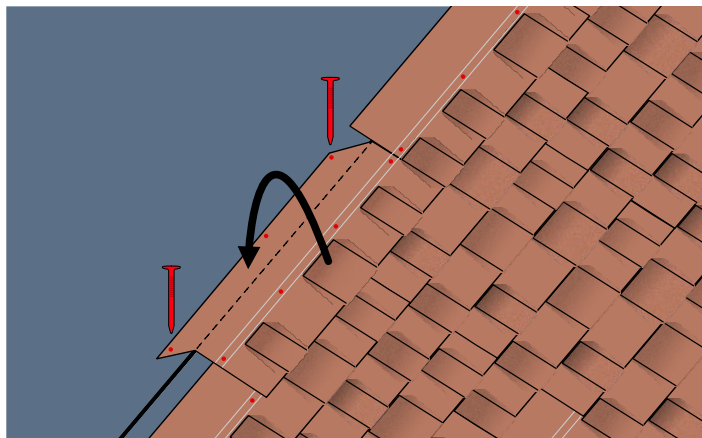

Fig. 9 - Posa delle tegole al colmo
- L'ultima fila di tegole bituminose dovrà sporgere oltre la linea di colmo; la parte eccedente verrà ripiegata oltre la linea di colmo e dovrà essere fissata con almeno due chiodi alla seconda falda - Fig. 9.